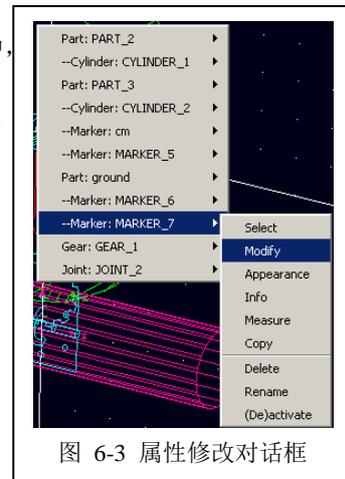
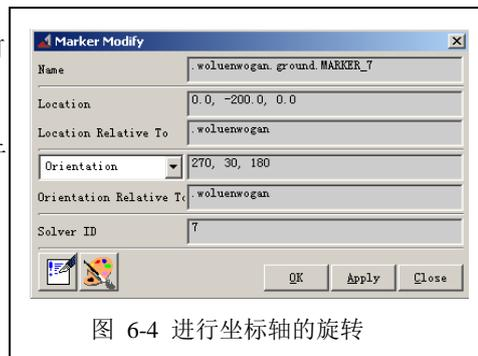

图 6-3 属性修改对话框
图 6-4 进行坐标轴的旋转
6.3 在 ADAMS/View 窗口中，在蜗轮蜗杆啮合处点击鼠标右键，选择--Maker: MARKER_7→Modify，如图 6-3 所示。在弹出的对话框中，Orientation 栏中的值 0.0, 0.0, 0.0 修改为 270, 30, 180(这里三个方位数字的大小不是唯一的,若取其他的三个不同的方位数字,也可以达到同样的方位变换)。如图 6-4 所示。点击对话框下面的 OK 键进行确定，旋转后的啮合点（MARKER_7）